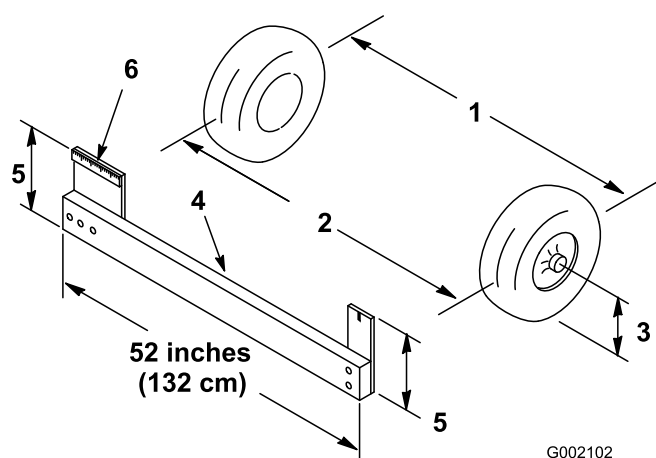

Figura 43
2. Misurate la distanza tra i pneumatici anteriori all'altezza dell'assale, davanti e dietro le ruote anteriori (Figura 43). Per rilevare la misura posteriore dei pneumatici anteriori all'altezza dell'assale occorre un attrezzo o un calibro di allineamento; usate lo stesso attrezzo, o calibro di allineamento, per rilevare con precisione la misura anteriore dei pneumatici anteriori all'altezza dell'assale (Figura 43).